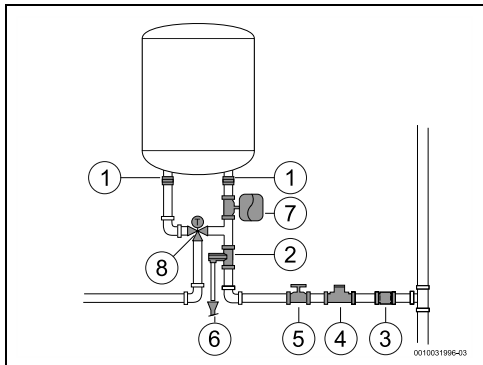

fig. 13
- instaloni një valvulë reduksioni (Fig. 13, [4]). Valvula e çlirimit të presionit aktivizohet gjithnjë pasi presioni i ujit në depozitë tejkalon 8 bar (± 1 bar) dhe uji i shkarkimit duhet të kanalizohet jashtë.
- instaloni një enë zgjerimi (Fig. 13, [7]) për të evituar hapjen kaq të shpeshtë të valvulës së çlirimit. Vëllimi i enës së zgjerimit duhet të jetë i barasvlershëm me 5% të vëllimit të pajisjes.